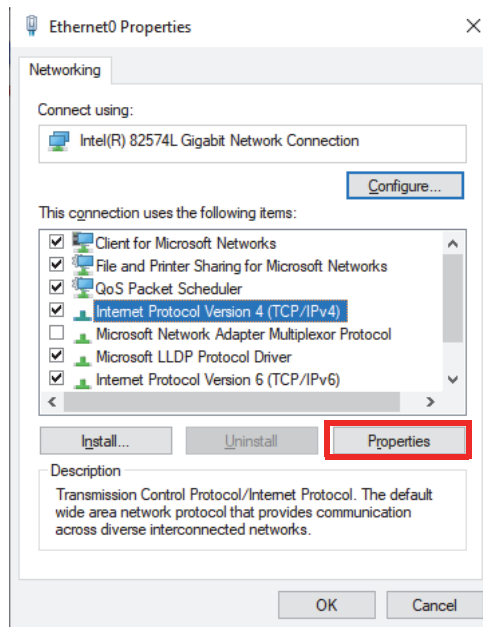

Рис. 7-1 Диалоговое окно Ethernet Properties
- b) Дважды щелкните на настройке **TCP/IPv4** (Рис. 7-1 на стр. 80).
(Настроить) [Рис. 7-1 на стр. 80], затем перейдите к вкладке **Advanced** (Расшир.).